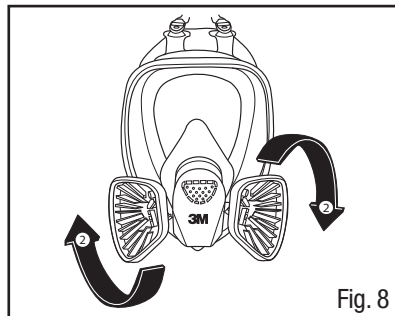

Fig. 8
2. Tourner l'adaptateur d'un quart de tour dans le sens des aiguilles d'une montre. Pour retirer l'adaptateur, tourner d'un quart de tour dans le sens contraire des aiguilles d'une montre (Fig. 8).